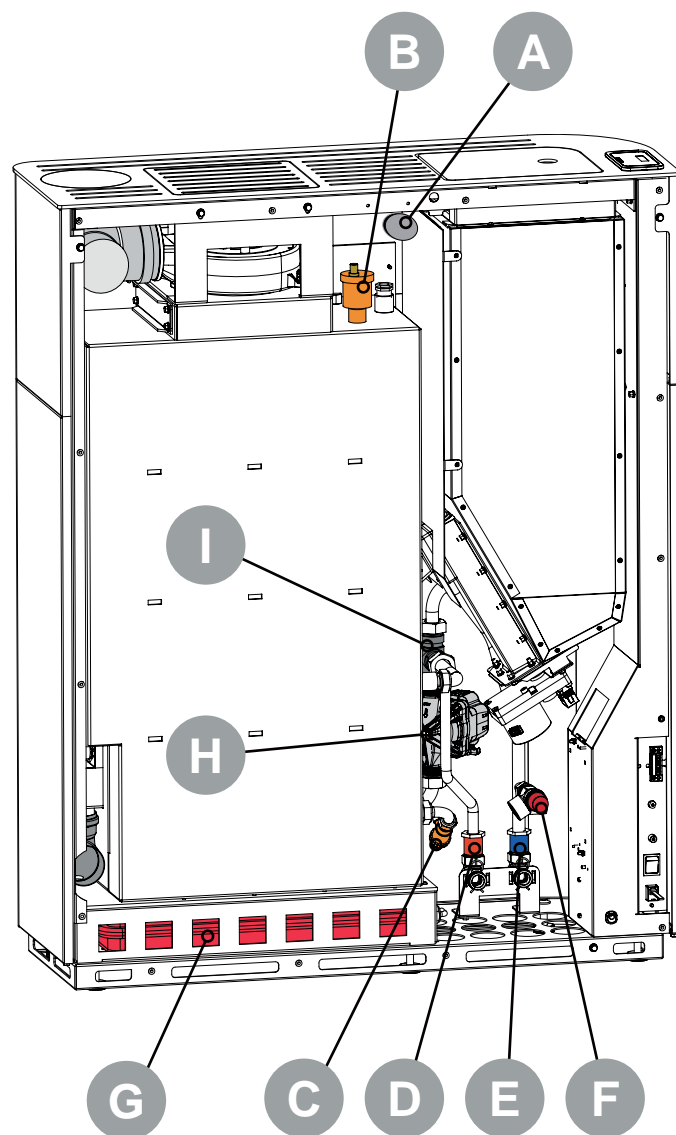

fig. 5.15
5.8.1 Descripción circuito hidráulico (fig. 5.15)
5.8.2 Conexiones hidráulicas (fig. 5.15)
- Prepare un tubo de descarga a perder, de diámetro adecuado, al que conectar la descarga de la válvula de seguridad (F).